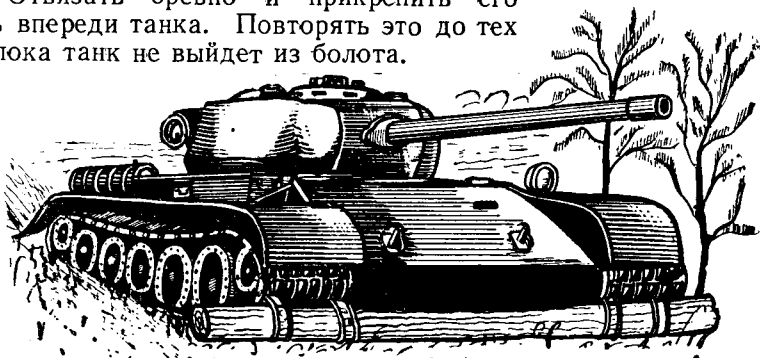

Рис. 58. Выход танка из болота своим ходом
1. Бревно толщиной 300—350 мм и длиной 4—5 м прикрепить тросом к гусеницам в их передней части (рис. 58).